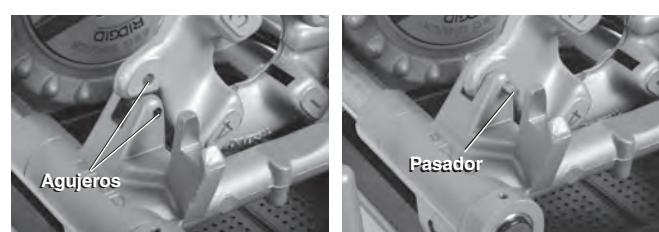

Figura 24 – Retención del cabezal de terrajas a la izquierda en su lugar
1. Introduzca un pasador de $\frac{5}{16}$ " y 2 pulgadas de largo en los agujeros de la base del carro y del cabezal de terrajas a mano izquierda, para fijar su posición. Vea la Figura 24.